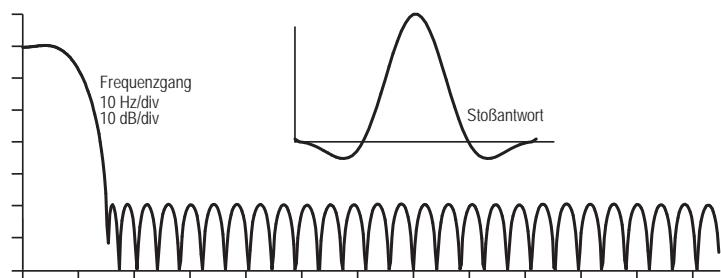

Bild 3. Impulsantwort und Frequenzgang des FIR-Filters.
In Bild 3 von Folge 3 war schon das Oszillosrogramm des demodulierten
**Bild 3** zeigt die Impulsantwort und den Frequenzgang des Filters. Das Filter fängt bei ca. 8 Hz an stark zu dämpfen; oberhalb von 15 Hz hat es eine Dämpfung von etwa 50 dB.